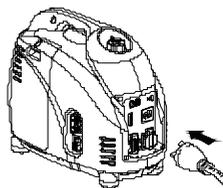

Рис. 20
- Подключите оборудование (Рис. 20).